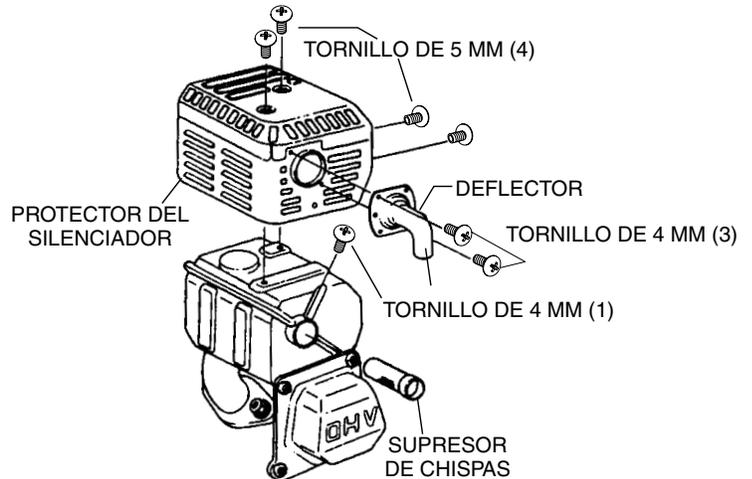

Figura 21. Extracción del supresor de chispas
1. Retire el tornillo de 4 mm (3) del deflector de escape y, a continuación, extraiga el deflector. Consulte la (Figura 21).
2. Retire el tornillo de 5 mm (4) del protector del silenciador y, a continuación, quite el protector del silenciador.